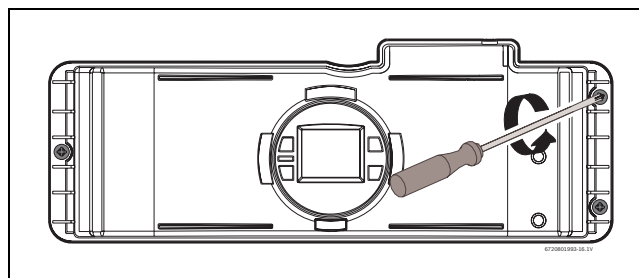
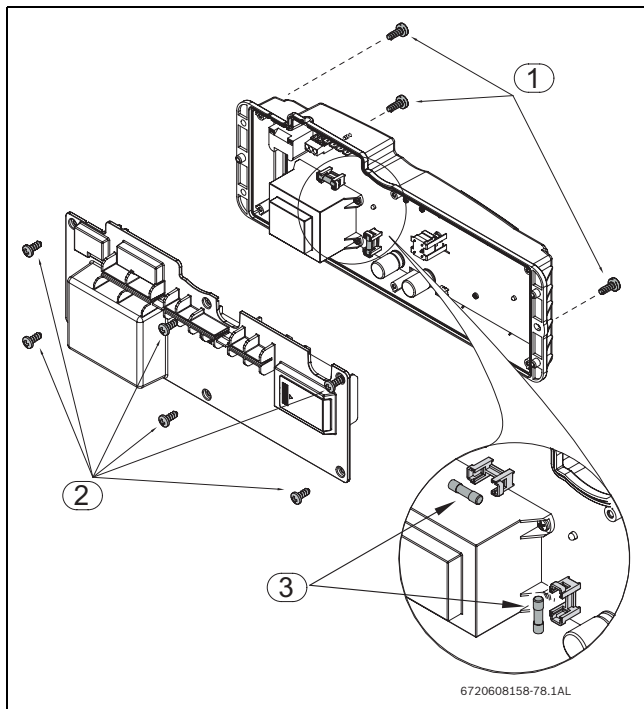

Рис. 38
Рис. 39 Місця розташування запобіжників
- ▶ Відгвинтіть три гвинти на електронному блоці (Рис. 38 та Рис. 39, поз. 1).
- ▶ Відгвинтіть шість гвинтів на задній кришці електронного блоку, див. Рис. 39, поз. 2.
- ▶ Перевірте запобіжники на друкованій платі, див. Рис. 39, поз. 3.
- ▶ Після перевірки запобіжників, встановіть всі деталі у зворотному до зняття порядку (Рис. 39, поз. 3).